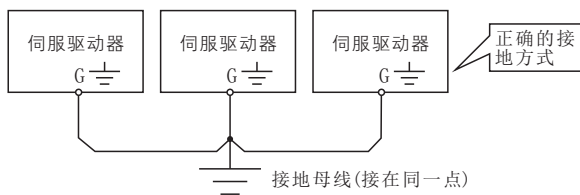

图1-1
- 为了安全起见，伺服驱动器的接地端子必须可靠接地，为了避免接地共阻抗干扰的影响，多台伺服驱动器的接地要采用一点接地方式，如图 1-1 所示。